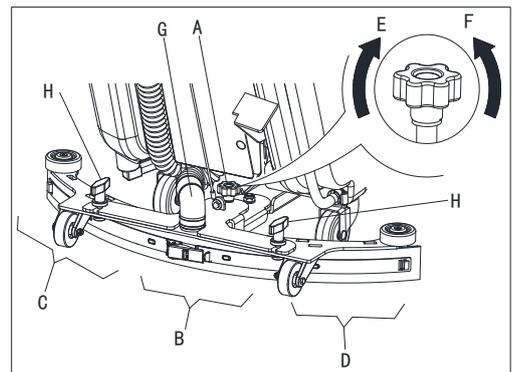

Abbildung 5
1. Installieren Sie die Rakel und schrauben Sie die Mutter (H) nach oben. Schließen Sie nun den Saugschlauch (G) an die Rakel.
2. Stellen Sie die Rakel über den Rakel-Einstellgriff (A, Abb. 5) ein.
- a) Bei einer Lücke zwischen dem Boden und dem des Heckrakelblatts (B) wird der Knopf (A) gegen den Uhrzeigersinn in Richtung (F) gestellt, bis das gesamte Heckrakelblatt guten Bodenkontakt aufweist und das vordere Blatt den Boden leicht berührt.
- b) Bei einer Lücke zwischen dem Boden und beiden Blattenden (C und D) wird der Knopf (A) im Uhrzeigersinn in Richtung (E) gestellt, bis beide Heckrakelblattenden guten Bodenkontakt aufweisen und das vordere Blatt den Boden leicht berührt.